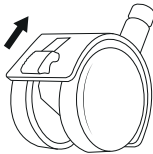

Fig. 1
- ◆ Per un trasporto più agevole, l'apparecchio è dotato di quattro rotelle **8/9**. Sbloccare le rotelle con leva di blocco **9** premendo le leve verso l'alto (vedi Fig. 1). Ora è possibile spostare l'apparecchio comodamente mediante le rotelle.